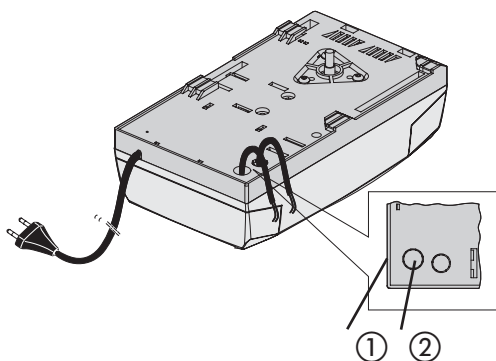

Abb. 26
- Für den Anschluss der externen Bedienelemente, der Sicherheitseinrichtungen und der Signaleinrichtungen sind die vorgearbeiteten Stellen zu durchbrechen (Abb. 26 Bez. ①).
- Für den Anschluss der Sicherheitsleiste (siehe Abschnitt 18.3.) die vorgearbeitete Stelle durchbrechen (Abb. 26 Bez. ②).